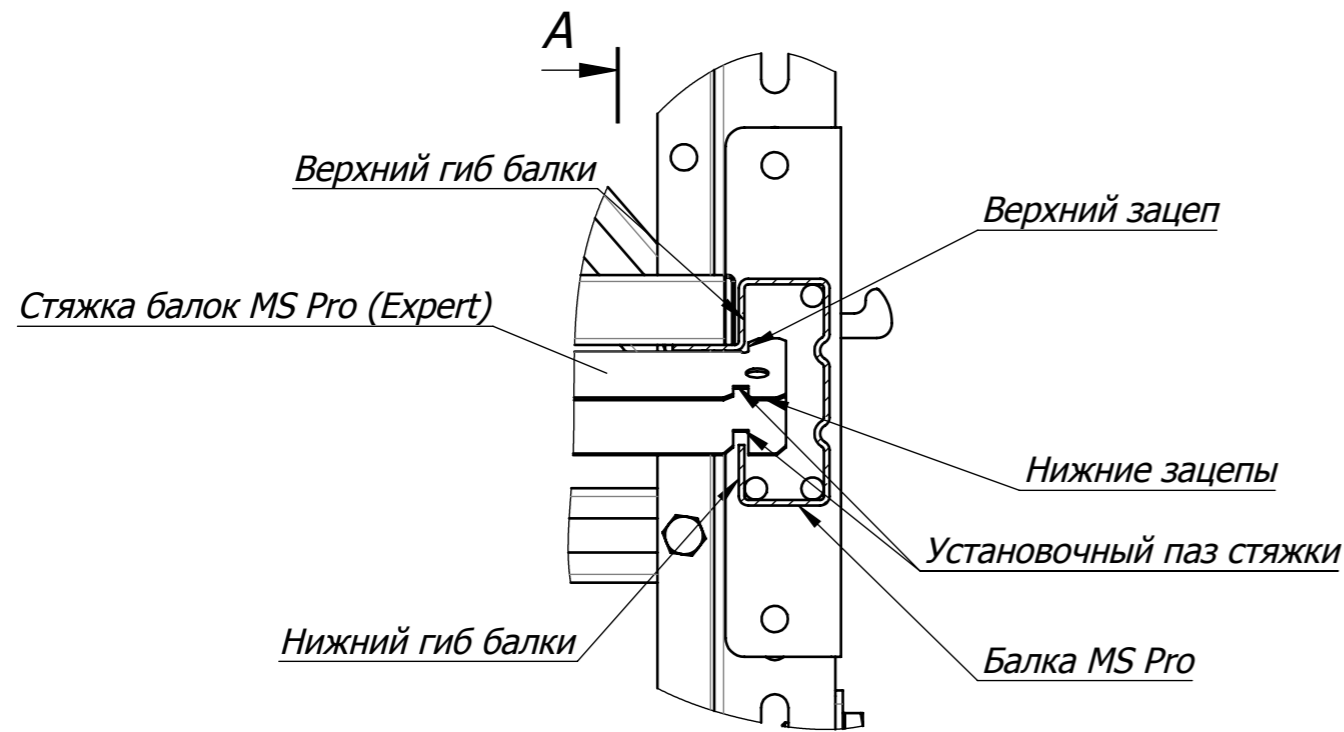
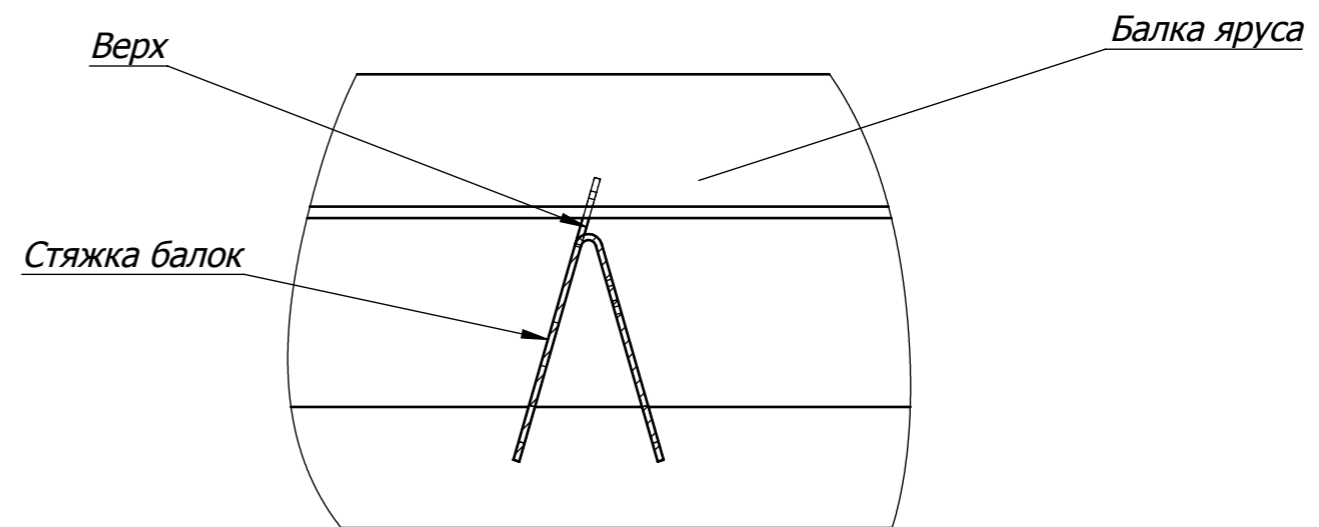
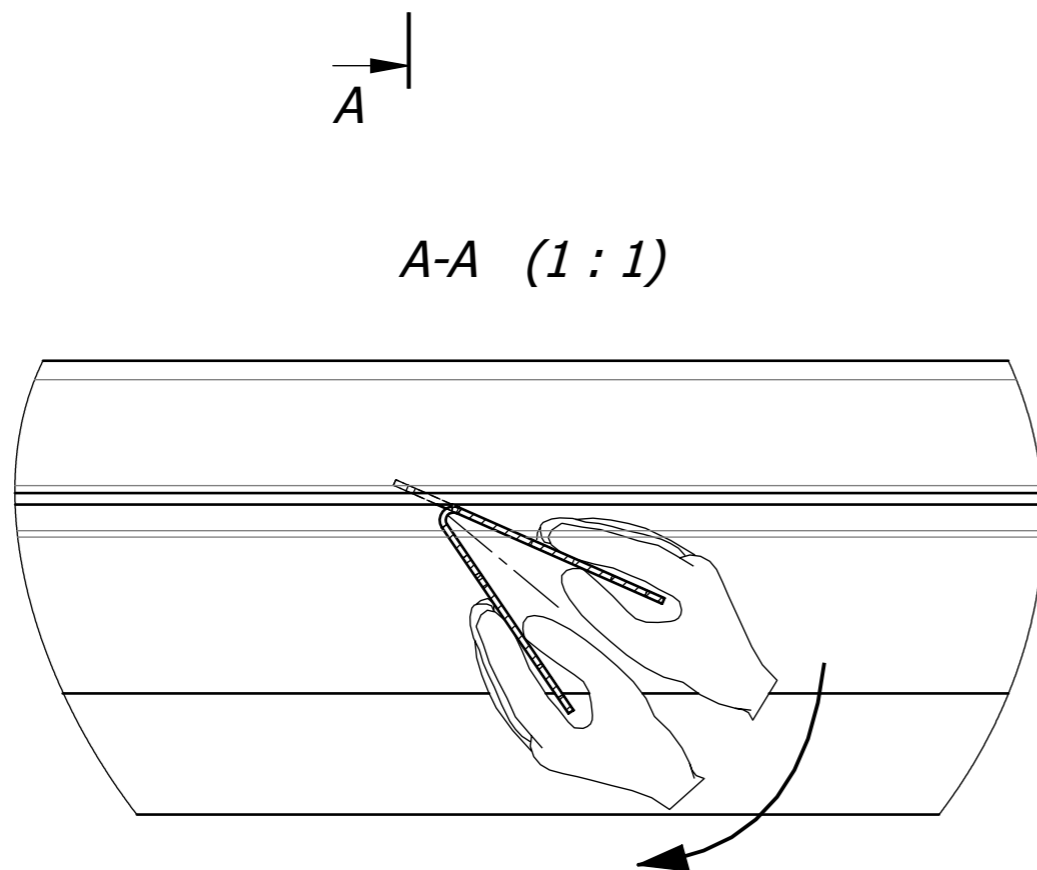

Рис.1
Рис.3
Рис.2
3. Убедитесь, что верхний и нижние зацепы не упираются в балку яруса, а установочные пазы попадают в нижний гиб балки (См. Рис.1). Затем взявшись двумя руками за гибы стяжки балок (См. Рис.2), поворачивайте стяжку балок на 90° преодолевая усилие до характерного "щелчка" (Стяжку держать в местах рядом с балкой во избежании деформации гибов стяжки при повороте). Правильно установленная стяжка должна выглядеть как перевернутая на 180° латинская буква V. (См. Рис.3). Аналогичным образом завести в зацепление с балкой противоположный торец стяжки балок.